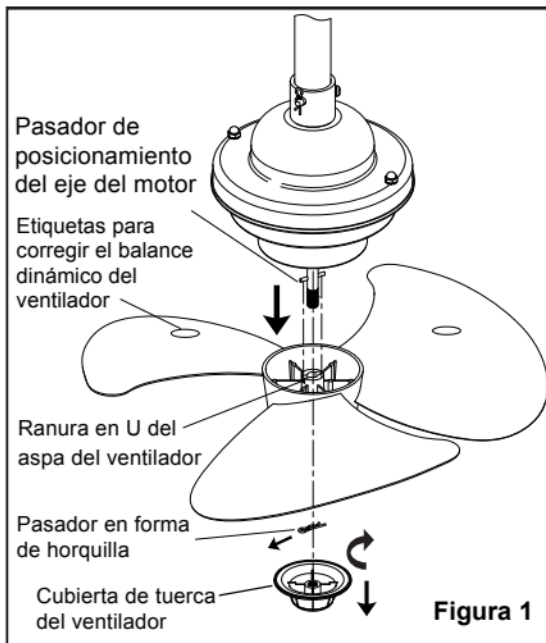

Figura 1
- ☐ 1.Instalación del soporte para el control remoto: (Figura 1)
Gira la cubierta de la tuerca del ventilador en sentido de las agujas del reloj para retirarla, inserta el desarmador en el espacio libre del pasador en forma de horquilla, sácalo y luego retira el aspa del ventilador. (Figura 1)
Ten cuidado de no retirar las calcomanías de balanceo en las aspas del ventilador. Las aspas han sido calibradas para un balance dinámico, con el fin de evitar que el cuerpo de la lámpara se tambalee cuando el ventilador esté en funcionamiento. (Figura 1)